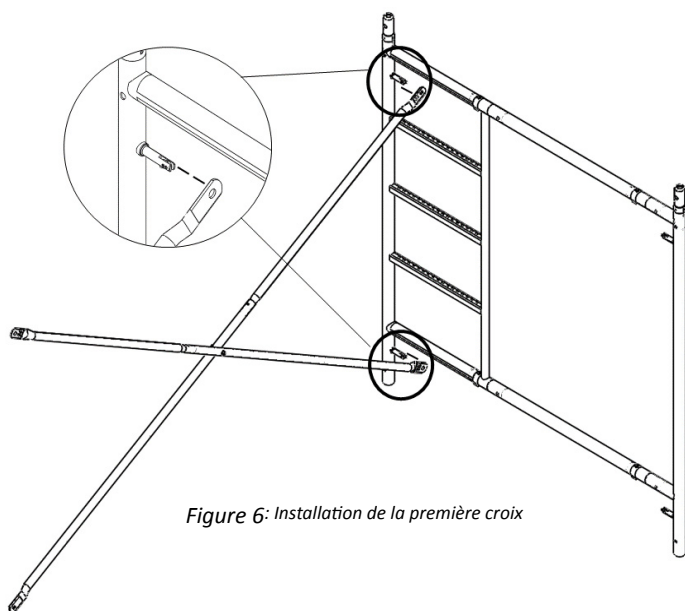

Figure 6: Installation de la première croix
10. Soulevez l'un des cadres assemblés et positionnez les croisillons sur les goupilles de verrouillage, en veillant à ce que la goupille s'emboîte correctement et que le croisillon ne puisse pas se détacher de lui-même (voir fig. 6). Commencez par le haut puis poursuivez avec la goupille du bas. 7 **REMARQUE** : Cette étape est identique pour le montage intérieur comme extérieur de l'échafaudage. Il est conseillé d'être accompagné d'une autre personne.